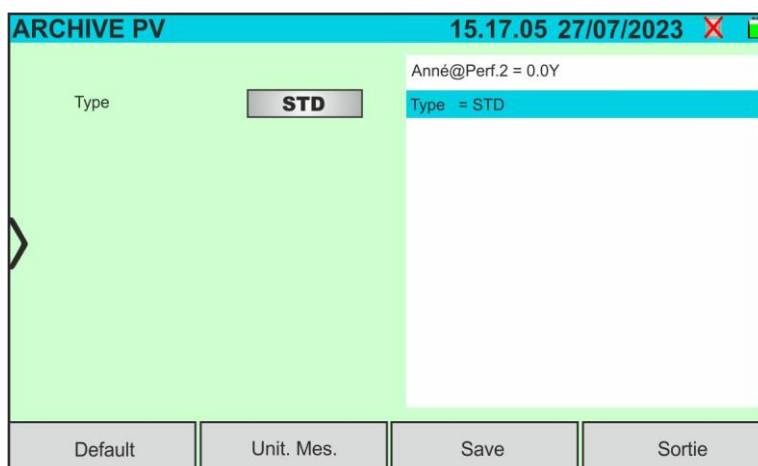

Fig. 27: Création d'un nouveau module PV – Étape 3
4. Faites défiler l'écran vers le haut/bas pour afficher tous les paramètres. Pour le paramètre « **Type** », faites glisser la molette vers la droite ou la gauche pour le réglage du type de module PV (voir Fig. 27). Les options suivantes sont disponibles :